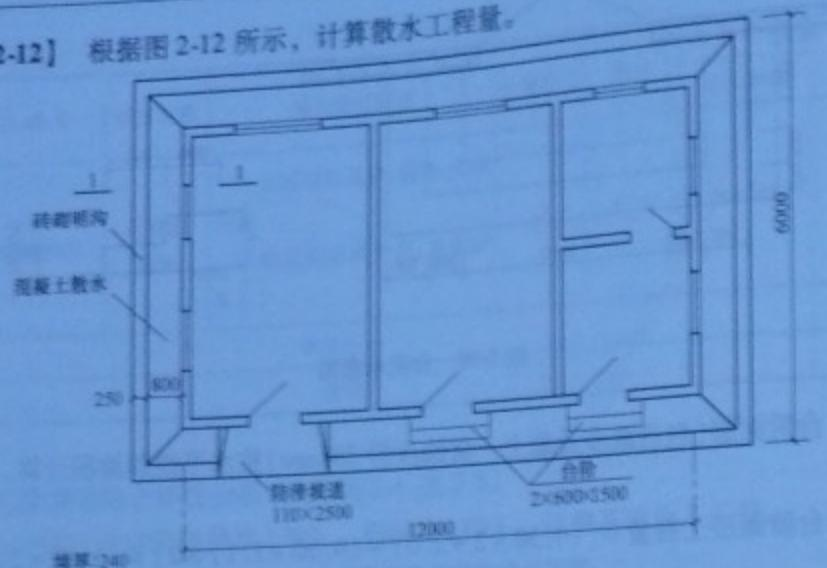

图 2-12 散水、防滑坡道、明沟、台阶平面图
**【例 2-12】** 根据图 2-12 所示, 计算散水工程量。